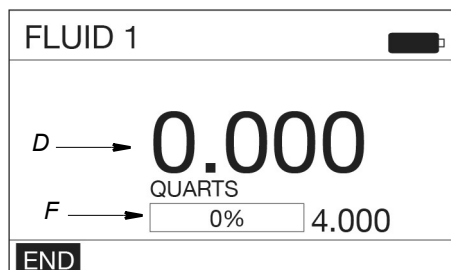

FIG. 68
Durante la dispensación, se resalta la palabra Fin (END) (FIG. 68) en la esquina inferior izquierda de la pantalla de dispensación. Para interrumpir el llenado durante la dispensación:
2. Si el medidor reconoce el cupón de fluido, aparecerá la pantalla de dispensación (DISPENSE) mostrada en la FIG. 68.